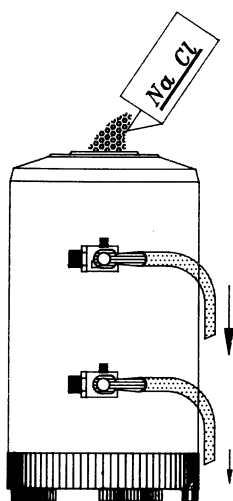

Рис.2
1. **См.рис.2.** Поверните краны С и D вправо.